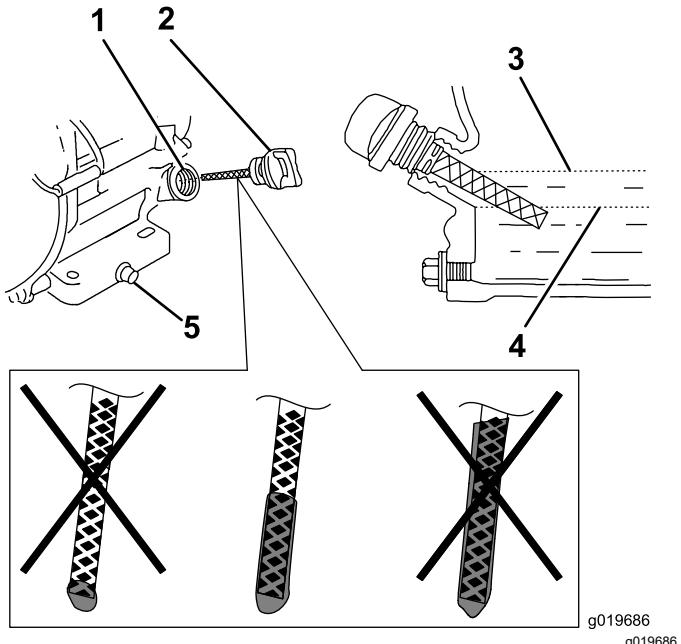

Figura 26
- Retire la varilla y compruebe el nivel de aceite del motor (Figura 26).